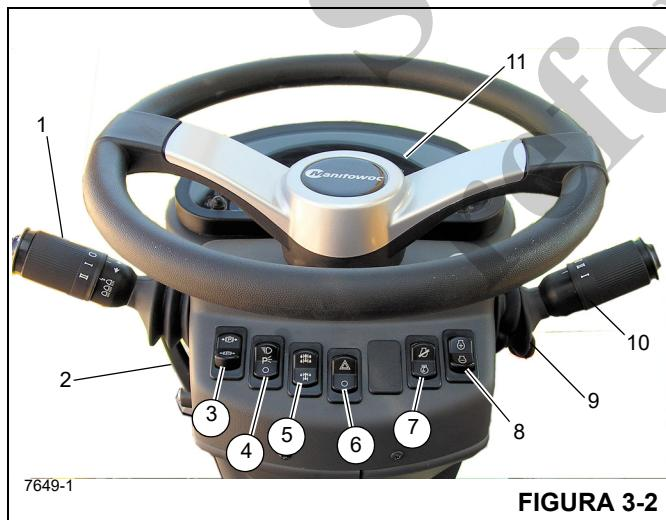

Figura 3-2 - Números de artículos
Todos los controles e indicadores para el uso y monitoreo de las funciones de la grúa se encuentran en el interior de la cabina de la grúa (Figura 3-2) e incluyen lo siguiente:
El conjunto de la columna de dirección en la Figura 3-2 es una columna de dirección telescópica e inclinable tipo pedestal. Tiene la capacidad de inclinarse 30° hacia adelante o levantarse verticalmente aproximadamente 60 mm (2.5 pulg). También incluye el interruptor de encendido y la pantalla de medidor CANbus (11) (Figura 3-2).
La palanca de los señalizadores de viraje y los controles del limpia/lavaparabrisas (1) (Figura 3-2) se encuentran en el lado izquierdo de la columna de la dirección. Empuje la palanca de señalizadores de viraje hacia abajo para que las luces señalizadoras delantera y trasera izquierdas destellen. Empuje la palanca de señalizadores de viraje hacia arriba para que las luces señalizadoras delantera y trasera derechas destellen.
La columna de control de dirección se puede girar hacia adelante a aproximadamente 30° y se puede elevar aproximadamente 60 mm (2.5 pulg). Mueva la palanca de control (2) (Figura 3-2) hacia abajo para bloquear la columna de dirección en su lugar; al girar la palanca hacia arriba se suelta la columna de dirección para hacer los ajustes requeridos.
El control del freno de estacionamiento (3) (Figura 3-2) se encuentra en la parte delantera de la columna de dirección. Este interruptor de dos posiciones (encendido y apagado) sirve para aplicar y soltar el freno de estacionamiento instalado en la línea impulsora. La luz indicadora roja del freno de
El interruptor de faros (4) (Figura 3-2) se encuentra en la parte delantera de la columna de dirección. Este interruptor de tres posiciones (apagado/estacionamiento/faros) controla el funcionamiento de las luces de los medidores, los LED de los controles y las luces de posición en las partes delantera y trasera y los costados de la grúa. Cuando el interruptor está en la posición de encendido, las luces de la columna de dirección y de interruptores se iluminan.
El selector de eje motriz (5) (Figura 3-2) se encuentra en la parte delantera de la columna de dirección. Este interruptor basculante de dos posiciones está rotulado tracción en dos ruedas (gama alta) y tracción en cuatro ruedas (gama baja). El interruptor regula una válvula de solenoide (energizado para la tracción en dos ruedas) que acciona los cilindros de gama de marcha y de desconexión del eje en la transmisión. Cuando el interruptor está en la posición de tracción en cuatro ruedas, la luz indicadora del eje motriz en la columna de dirección se ilumina.
El interruptor de luces de advertencia (6) (Figura 3-2) se encuentra en la parte delantera de la columna de dirección. Al activarlo, el interruptor de dos posiciones hace que los cuatro señalizadores de viraje destellen al mismo tiempo. Cuando el interruptor se coloca en la posición de encendido, las luces de indicador de señalizadores de viraje en la columna de dirección destellarán.
El interruptor de modo de prueba (7) (Figura 3-2) se usa durante el mantenimiento del sistema de control electrónico del motor. Es un interruptor momentáneo de dos posiciones (conectado/desconectado) para activar el modo de diagnóstico (códigos de falla). El interruptor debe estar en la posición de encendido, pero el motor no debe estar funcionando. Cuando el interruptor de modo de prueba está en la posición de conectado, y se usa en conjunto con el interruptor de ralentí/modo de diagnóstico, se tiene acceso para avanzar o retroceder por los códigos de falla.
El interruptor de ralentí/modo de diagnóstico (8) (Figura 3-2) es un interruptor momentáneo de tres posiciones (+/-) que proporciona entradas de control de ralentí para aumentar y disminuir la velocidad del motor (cuando el interruptor de modo de prueba está en la posición desconectado) o para avanzar o retroceder por los códigos de falla del modo de diagnóstico cuando el interruptor de modo de prueba está en la posición conectado con el motor apagado.
La palanca de cambios de la transmisión (10) (Figura 3-2) se encuentra en el lado derecho de la columna de la dirección. Esta palanca de control acciona la válvula selectora de la transmisión por medios eléctricos. Si se desplaza la palanca hacia arriba se activan las marchas de avance y si se la desplaza hacia abajo se activan las marchas de retroceso. Cuando la palanca se encuentra en el punto muerto, reposa en un tope. Para poder mover la palanca hacia arriba o hacia abajo, tire de ella hacia atrás primero. Para cambiar la transmisión a primera, segunda o tercera marcha, gire la perilla a la posición 1, 2 ó 3.